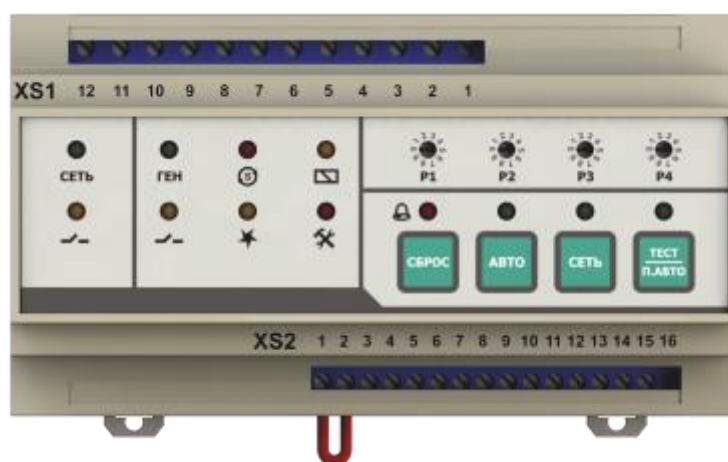

Рис. 5.2. Конфигурация контроллера
5.2.5 Контроллер может быть сконфигурирован для работы как с однофазной, так и с трёхфазной внешней электрической сетью. Конфигурация выполняется с помощью перемычки между контактами 1 и 2 клемм XS2 (рис. 5.2). Если перемычка установлена, то контроллер будет работать с трёхфазной электрической сетью, а если не установлена, то – с однофазной (только L1-N). По умолчанию перемычка установлена.